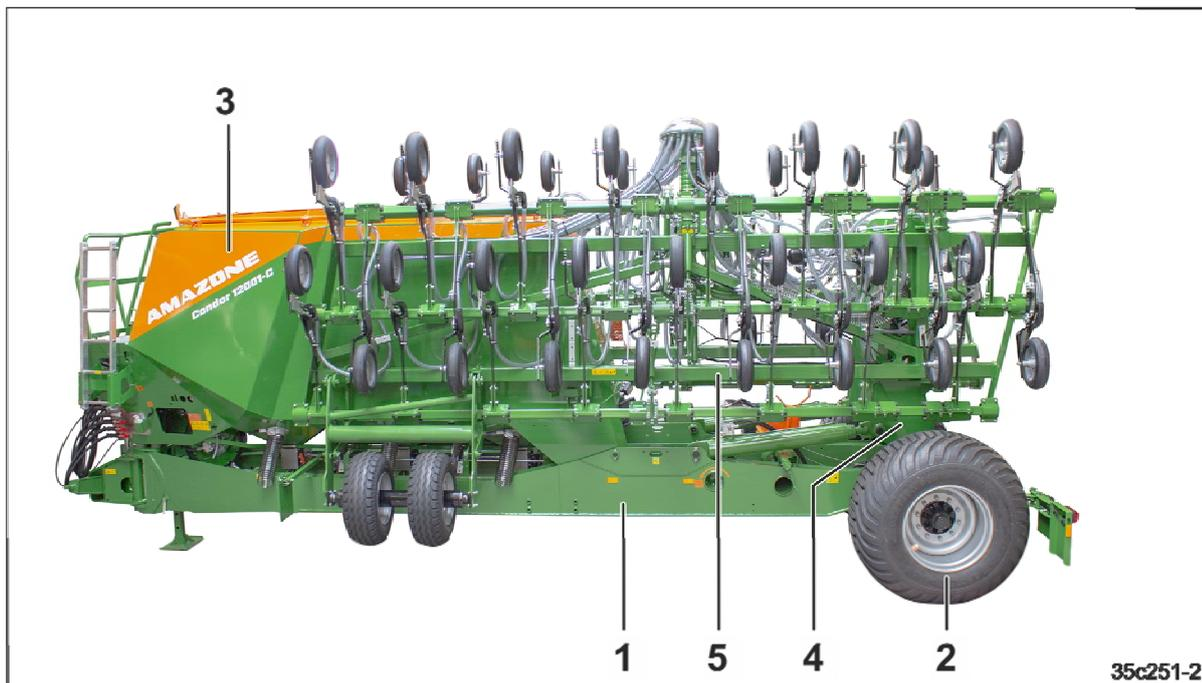

Fig. 38
- einem Hauptrahmen (Fig. 38/1) mit Fahrwerk (Fig. 38/2) und Vorratsbehälter (Fig. 38/3).
- einen klappbaren Heckrahmen (Fig. 38/4)
- zwei zum Transport einklappbare Maschinenausleger (Fig. 38/5).